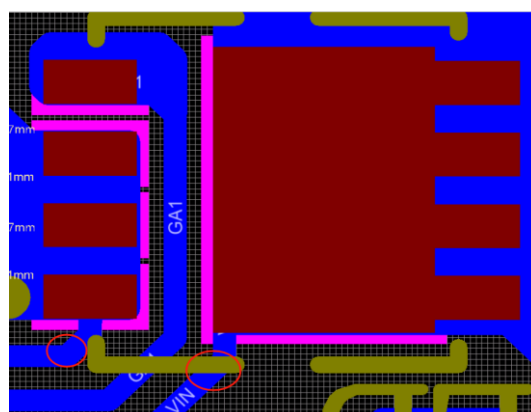

图3
- b、MOS 管采样走线连接点尽量靠 MOS 的 S 和 D 极如图 3